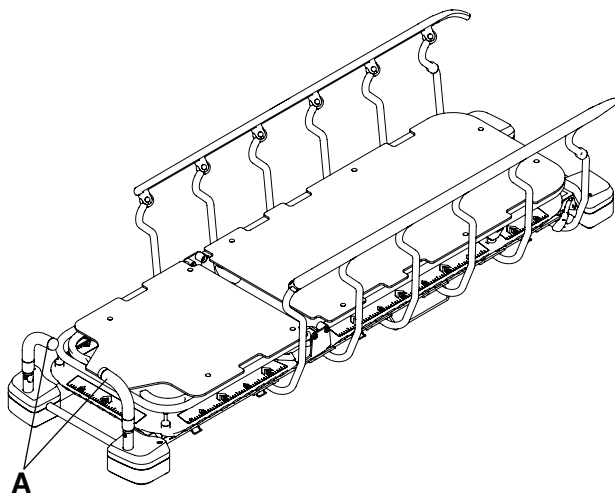

Рисунок 7 – Изменение положения ручек для толкания головного конца
2. Поверните ручки для толкания головного конца (А) в положение для применения (Рисунок 7).